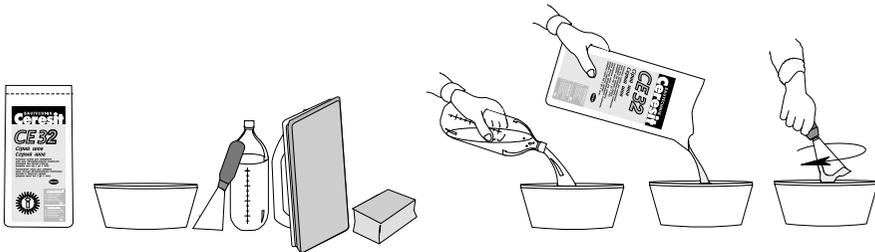

Рисунок 8 - Приготовление затирочной растворной смеси.
4.2.17 Приготовленная согласно п.4.2.5 затирочная растворная смесь с помощью резинового полутерка или терки вдавливается в швы сначала перпендикулярно, а затем под углом к плитке (см. рисунок 8).